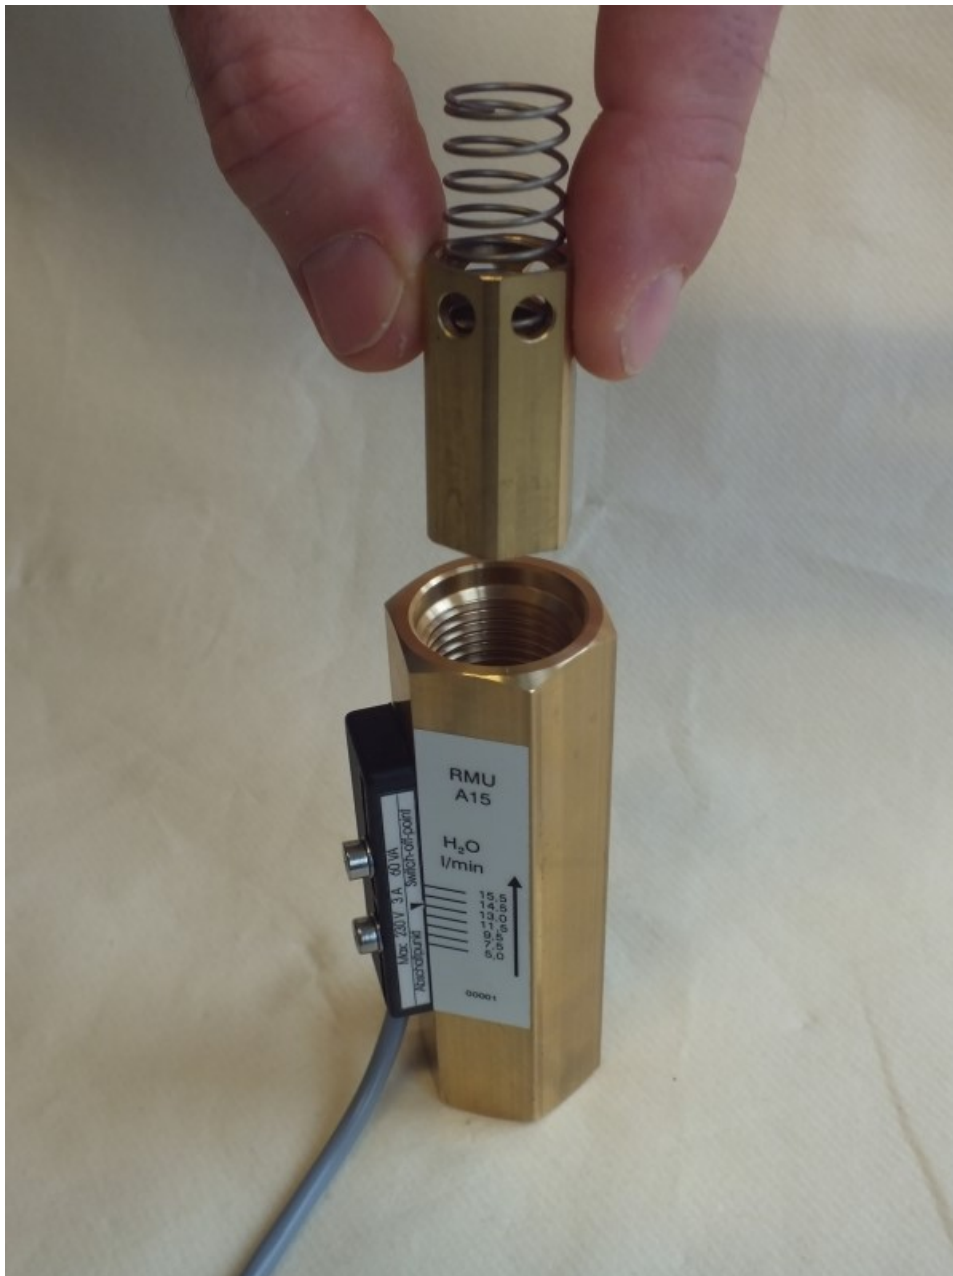

Abb. 28: Innenteile einführen
2. ➤ Schwebekörper mit Magneten und Feder in Gerät einführen (Abb. 28)